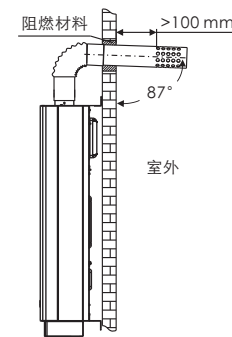

图12
围内，600mm内不应有烟气可能流入的开口部位。先将弯头与直管连接，然后把直管伸出墙外，再把弯头与热水器排烟口连接，并用自攻螺钉或管夹紧固。排烟管与墙孔之间的缝隙用阻燃材料或水泥填充（图12）。
- ④ 热水器不得向封闭的建筑物走廊、阳台等部位排入烟气。
- ⑤ 排烟管要尽量短，总长度不大于3m，弯头数不应多于3个，伸出墙外部分大于100mm，排烟口向下倾斜3°左右，便于冷凝水流出（图12）。
- ⑥ 延长的排烟管的抗腐蚀性能和内径应与标配的排烟管匹配。排烟管之间的搭接长度不应小于30mm，且应密封、牢固，不得泄露烟气。延长段必须有可靠支承。